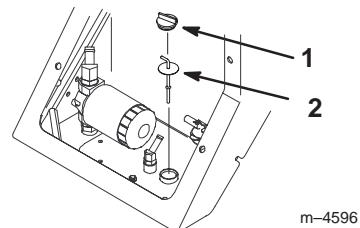

Bild 9
5. Reinigen Sie den Bereich um den Füllstutzen des Hydraulikölbehälters (Bild 9).
6. Entfernen Sie den Deckel vom Füllstutzen und überprüfen Sie den Ölstand auf dem Peilstab (Bild 9).